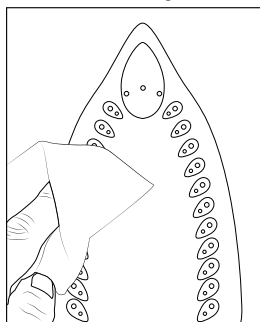

Fig. 1
- ▶ Avant la première utilisation, pensez à débloquer le verrouillage transport de l'appareil (voir également le chapitre **Transport**). Poussez à cette fin l'interrupteur de verrouillage ④ situé sur le fer à repasser vers le symbole de cadenas ouvert . Le fer à repasser peut maintenant être séparé de la surface de dépôt ⑥.
- ◆ Nettoyez la semelle de repassage ⑧ à l'aide d'un chiffon légèrement humidifié (voir Fig. 1).